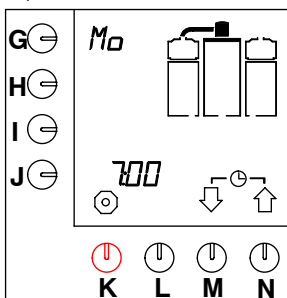

Fig. 11 Esempio di giorno e ora correnti
- Sullo schermo vengono visualizzati rapidamente il giorno e l'ora (fig. 11).
- Sullo schermo vengono visualizzati rapidamente il giorno e l'ora correnti (vedere fig. 11 ).